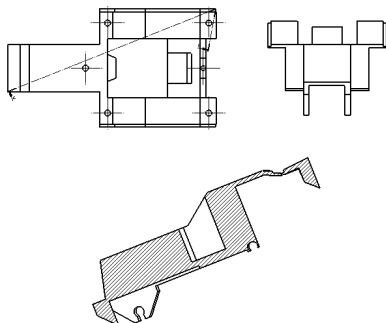

图 11-50 创建旋转剖视图
(3) 至合适位置后，单击鼠标左键，并单击【确定】按钮, 即可创建旋转剖视图，效果如图 11-50 所示。